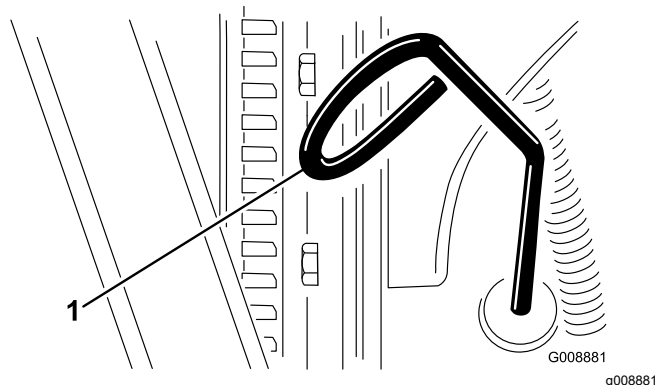

Figura 61
3. Togliete l'asta di livello ed asciugatela con un panno pulito (Figura 61).